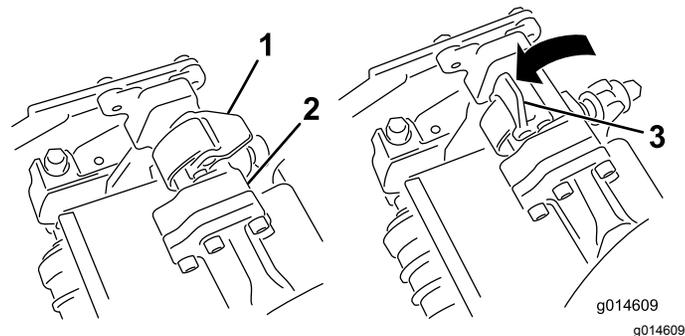
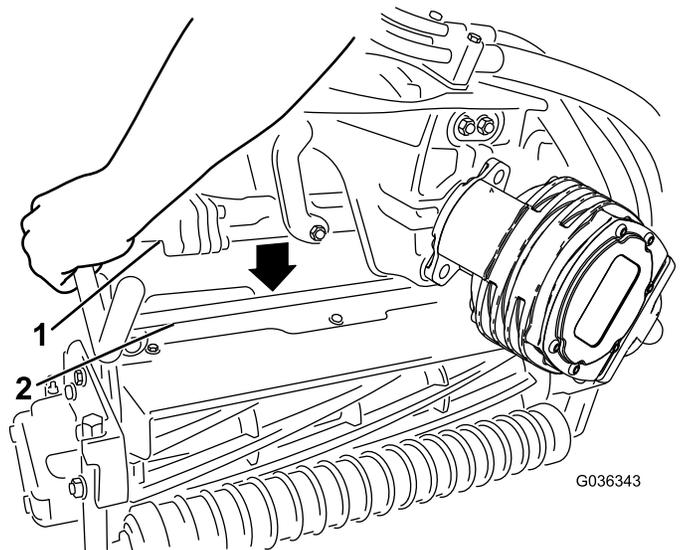

Bild 49
Bild 50
4. Die Riegel an der Aufhängearmstange müssen nach oben zeigen (d. h. offen) (Bild 49); drücken Sie den Aufhängearm dann so nach unten, dass die Stange über die Stange an der Oberseite der Schneideinheit passt (Bild 50).
5. Drücken Sie die Riegel nach unten um die Schneideinheitstange herum und arretieren sie (Bild 49).
5. Öffnen Sie die Riegel an der Aufhängearmstange der Schneideinheit, die Sie entfernen möchten (Bild 49).